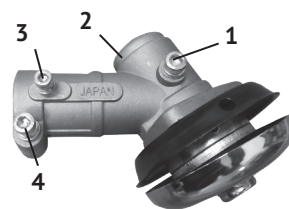

рис.12
#### 8.5 Смазка выходного редуктора (см. рис.12)
- выкрутить из корпуса редуктора (рис.12 поз.2) пробку-винт (рис.12 поз.1);